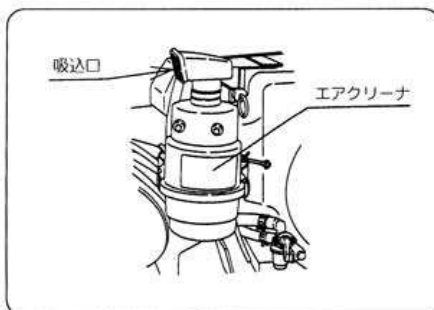

図34
- ④ エアクリーナの吸込口をホコリの少ない方向に向けてください。(図34)